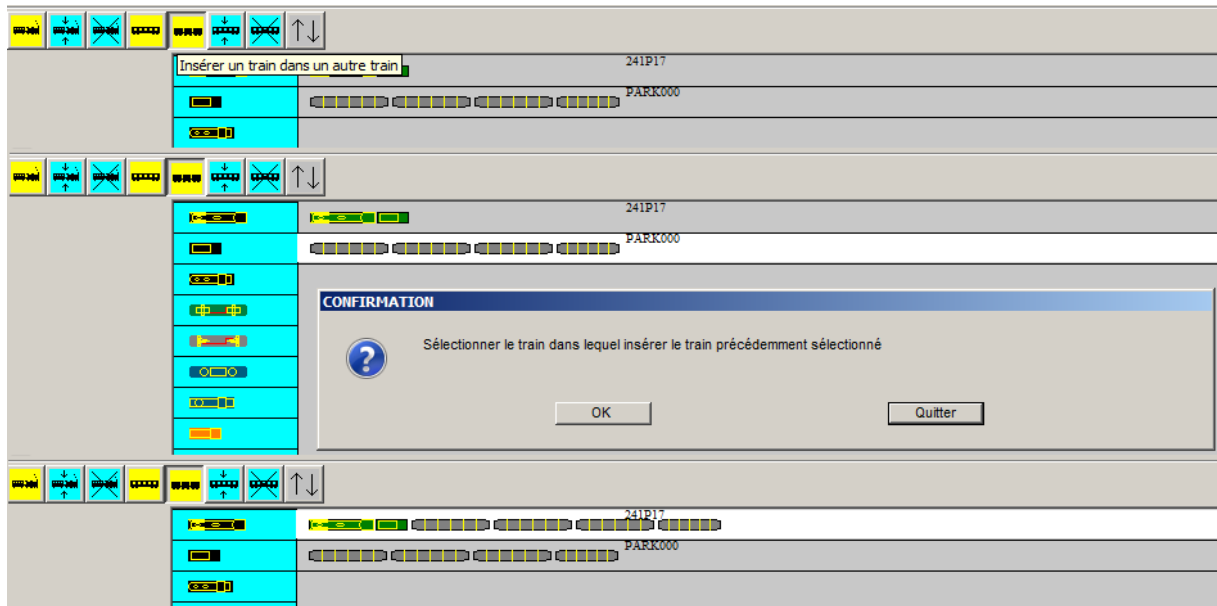

Figure TRN-10 Insérer un TRAIN dans un autre.
- **Insérer un train dans un autre train** (figure TRN-10) :